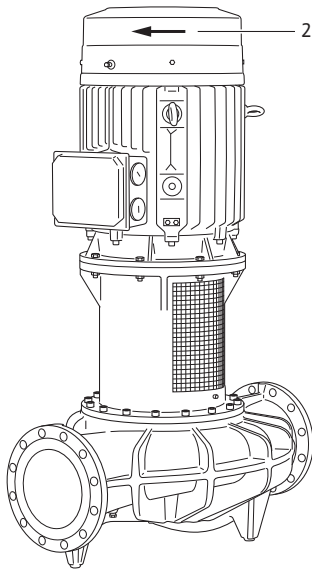

Fig. 47: Έλεγχος φοράς περιστροφής
- Ελέγξτε μέσω σύντομης ενεργοποίησης ότι η φορά περιστροφής συμφωνεί με το βέλος επάνω στο κάλυμμα του ανεμιστήρα (βλέπε Fig. 47, θέση 2). Σε περίπτωση εσφαλμένης φοράς περιστροφής ενεργήστε ως εξής: